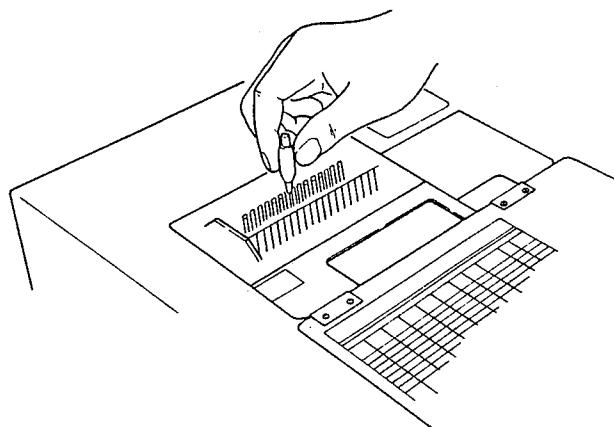

図4-1
- (1) 動ひずみ測定チャンネルの光点設定
- ・光点光量調整用絞り⑪を下方向一杯に回します。
- (2) AUX入力用ガルバノメーターの光点設定
- ・図4-1の様にスポット調整スパナをガルバノメーターの頭部にさし込み左右に回し、光点観測窓⑩から光点を観測し任意の位置に光点をセットします。